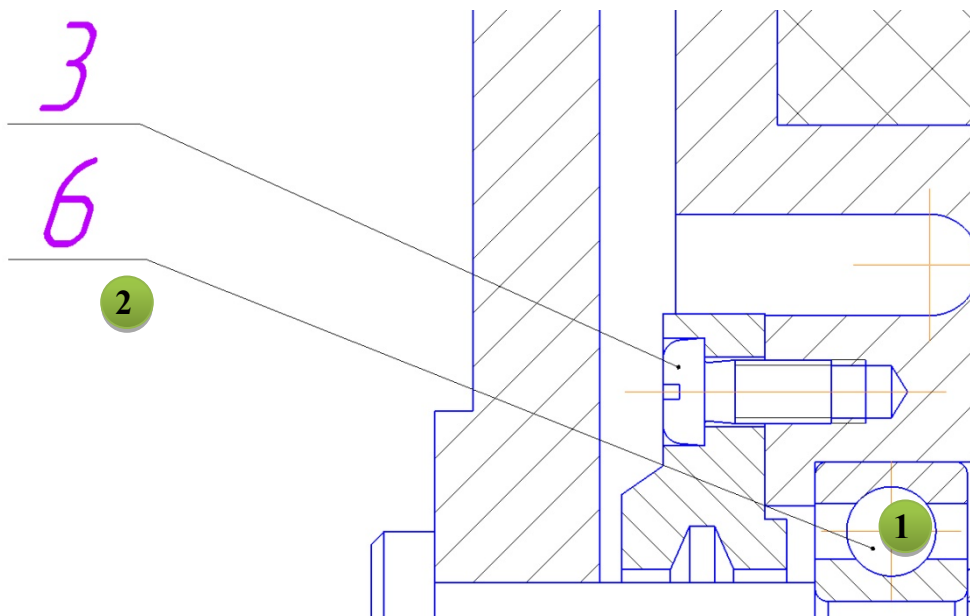

Рис. 4.66. Позиционное обозначение подшипника
- Укажите точку 1 на подшипнике и точку 2 начала полки (произвольно), (рис. 4.66).